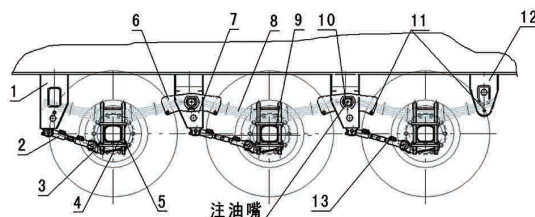

图10：板簧支架、悬挂构件的松紧度
8、板簧支架、悬架（见图10）
PLATE SPRING BRACKET AND SUSPENSION (SEE FIG.10)